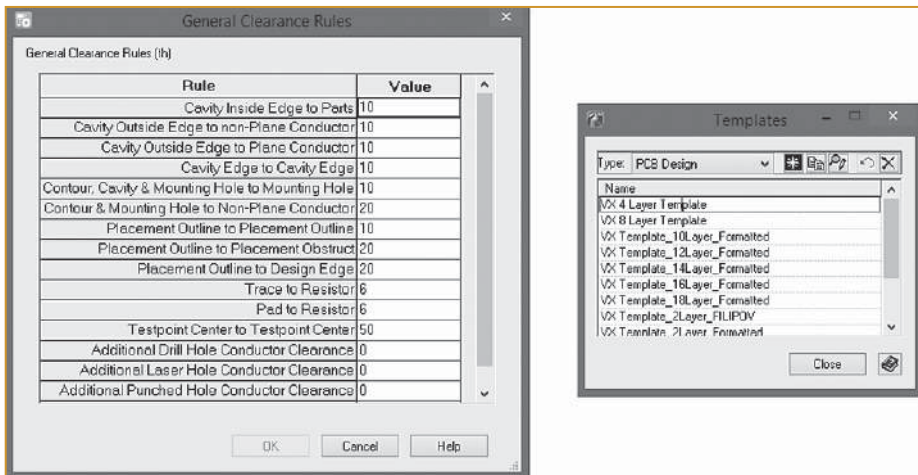

Рис. 1. Ввод общих зазоров для проекта
1. Установите общие зазоры для проекта, которые могут быть использованы в качестве шаблона для последующих дизайнов (рис. 1). Не забывайте задавать ограничения по всем координатным осям (X, Y, Z), чтобы система могла выявлять нарушения в размещении компонентов как в 2D-, так и в 3D-режимах.